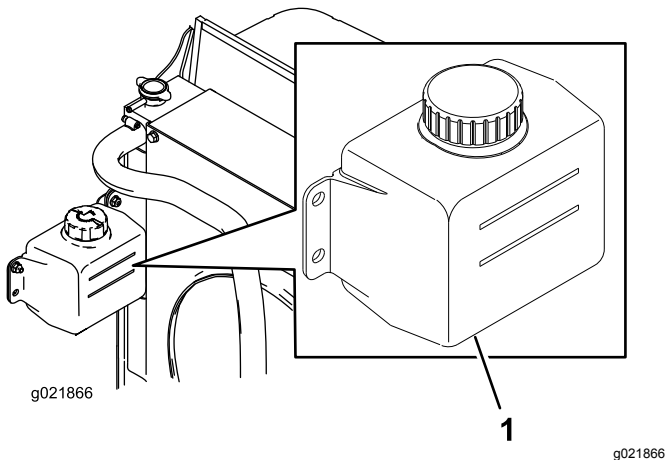

Figura 28
1. Compruebe el nivel de refrigerante en el depósito de expansión (Figura 28).